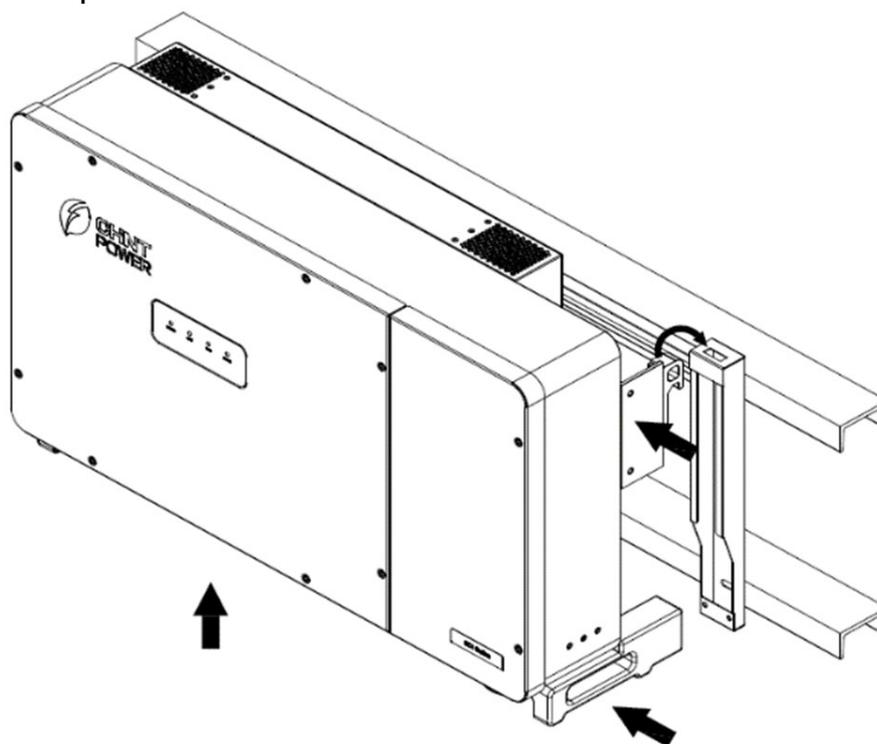

Figura 3-7 Içamento manual
3. Pendure o inversor no suporte de acordo com a figura 3-7 e 3-8.
- (1) Içamento manual: três pessoas são necessárias para levantar o inversor pelas posições de apoio marcadas na figura 3-7 e montar no suporte.